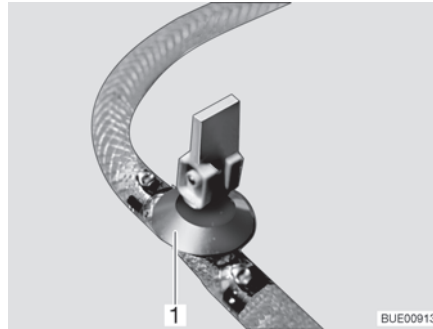

Fig. 169 Rubinetto di scarico (con leva a bilanciante)
- Aprire tutti i rubinetti di scarico. A tale scopo, posizionare la leva a bilanciante del rubinetto di scarico (Fig. 169,1) in verticale.